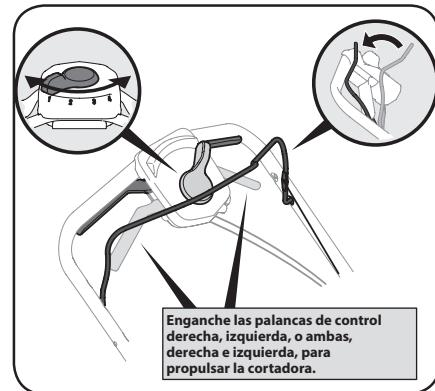

Figura 3-2
1. Una vez que el motor esté funcionando y mientras sigue oprimiendo el control de la cuchilla, apriete cualquiera de los controles de la transmisión (o ambos) contra la manija superior para impulsar la cortadora. Consulte la Figura 3-2.